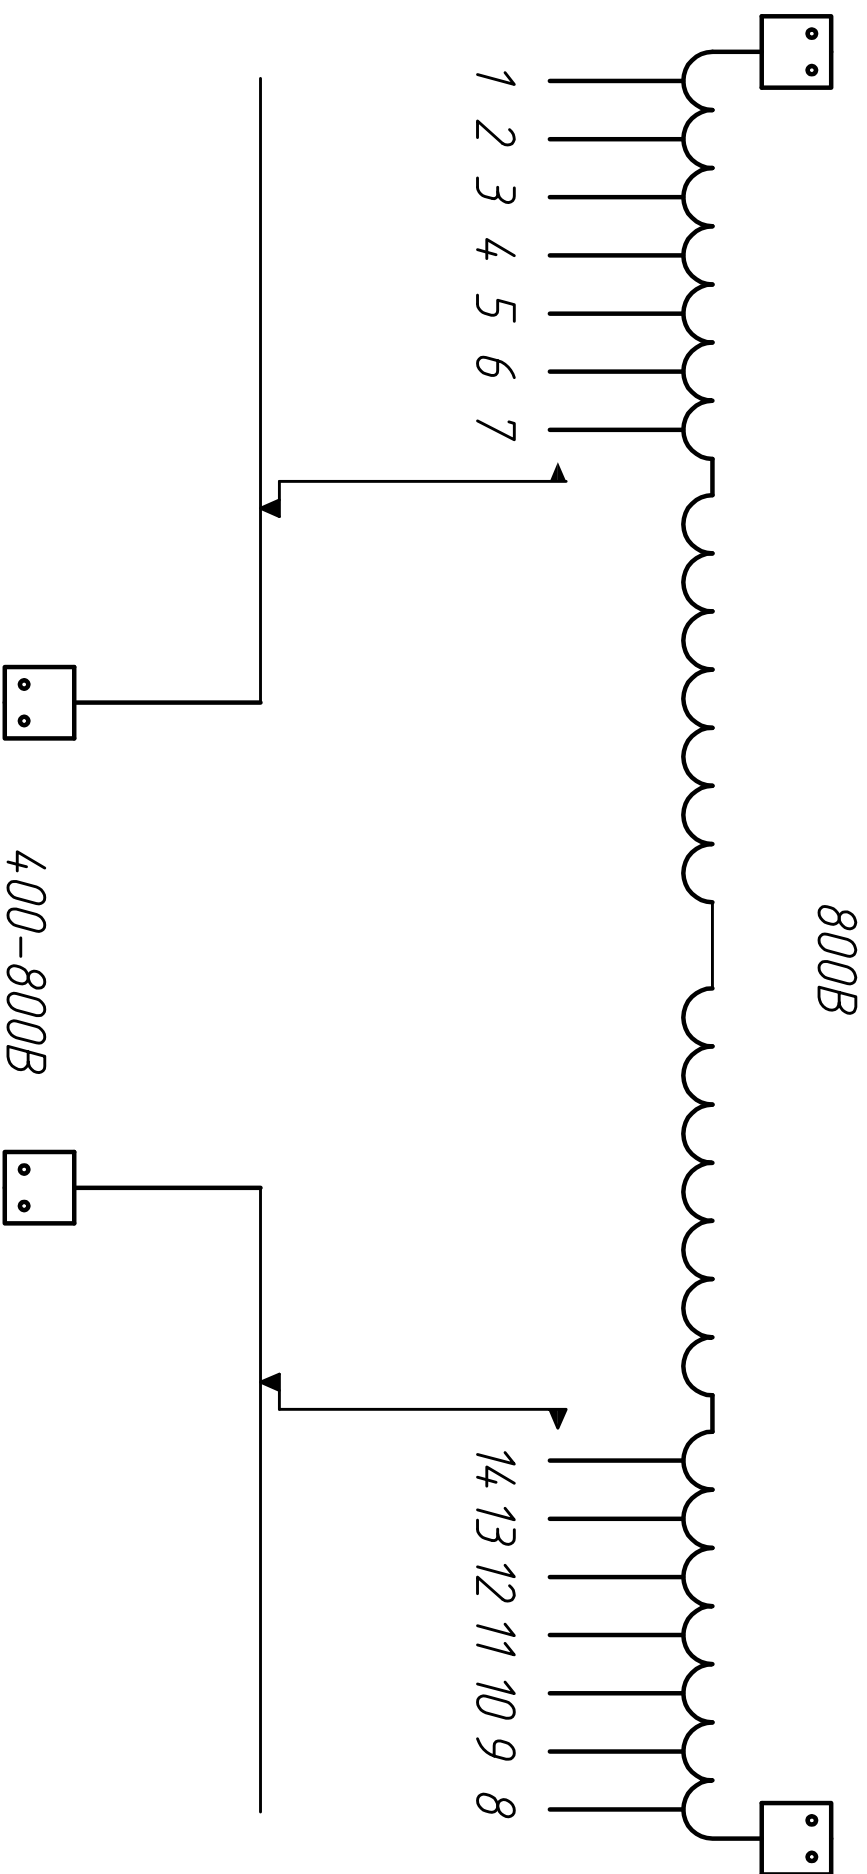

Рис.3
6.2. Включение автотрансформатора в электрическую сеть осуществлять в соответствии со схемой электрических соединений (рис.3).